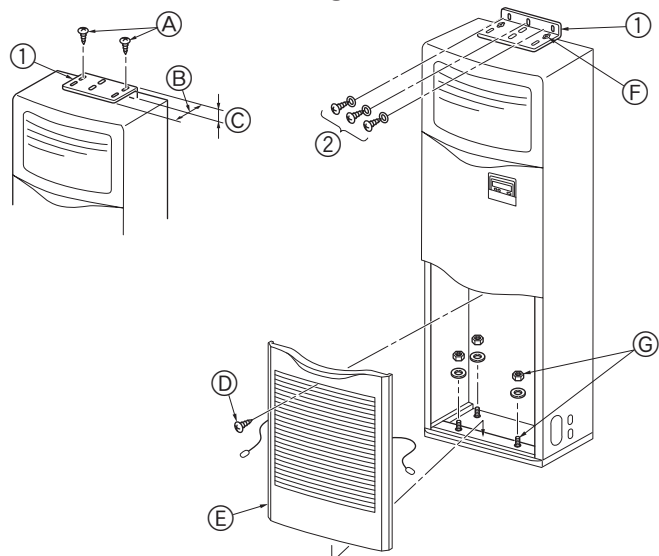

Fig. 3-2
①	Staffa di protezione contro il ribaltamento	1	Superficie superiore dell'unità.
②	Viti di maschiatura (con rondella)	3	All'interno della griglia di ingresso.
③	Isolamento del tubo del gas (grande)	1
④	Isolamento del tubo del liquido (piccolo)	1
⑤	Fascia	5
⑥	Manicotto di drenaggio	1
⑦	Boccola (per il foro del cavo)	2
3.2. Staffa di protezione contro il ribaltamento (Fig. 3-2)